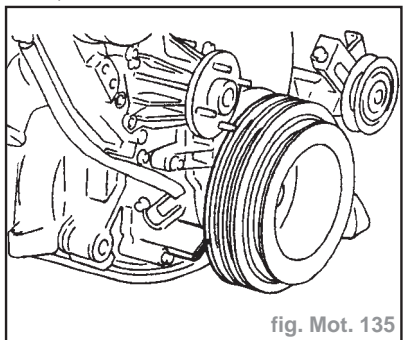

fig. Mot. 135
- Aligner l'aiguille avec le repère du PMH sur la poulie de vilebrequin (fig. Mot. 135).